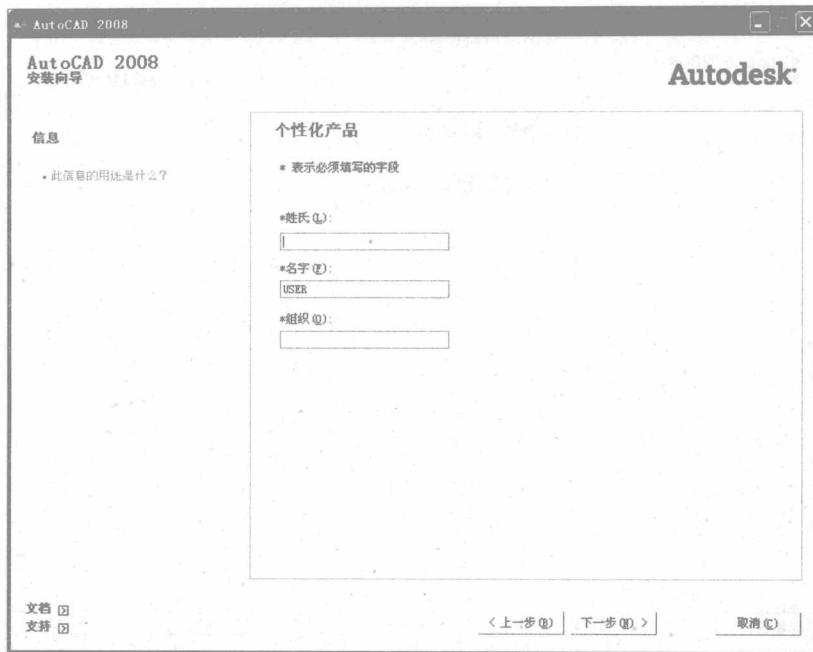

图 1-2-5
(6) 在对话框中，输入姓氏、名字、组织名称，点击“下一步”按钮，如图 1-2-5 所示。